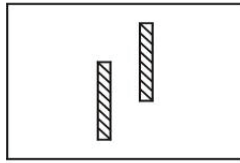
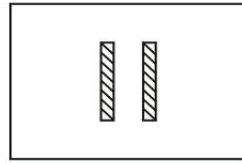
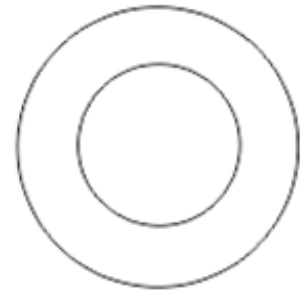

Abb.55
Abb.56
Abb.57
(2) Vertikale Phorie
Zusatzlinsenknopf drehen ② um das linke Auge auf 10ΔI einzustellen, damit die Buchstabenspalten vollständig getrennt sind. Wenn der Patient eine vertikale Phorie hat, wird dies als Abb. 55 dargestellt. Drehen Sie dann das Drehprisma auf das andere Auge, mit Skala von 0 horizontal (wie in Abb. 57 gezeigt). Drehen Sie den Prismendrehknopf ⑪ so dass kein Unterschied zwischen Ober- und Unterteil besteht (siehe Abb. 56). Dann zeigt die Skala des Drehprismas die vertikale Phoriestärke an.